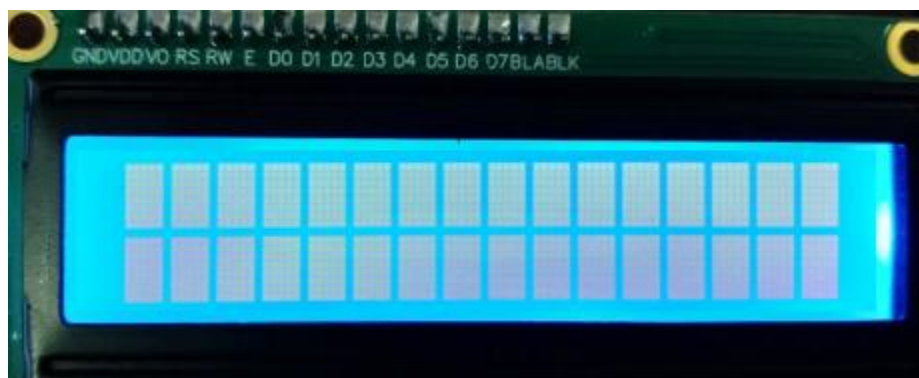

Рисунок 31 - Отображение квадратов на дисплее вместо букв
- На дисплее вместо букв и чисел выводились квадраты (Рисунок 31).